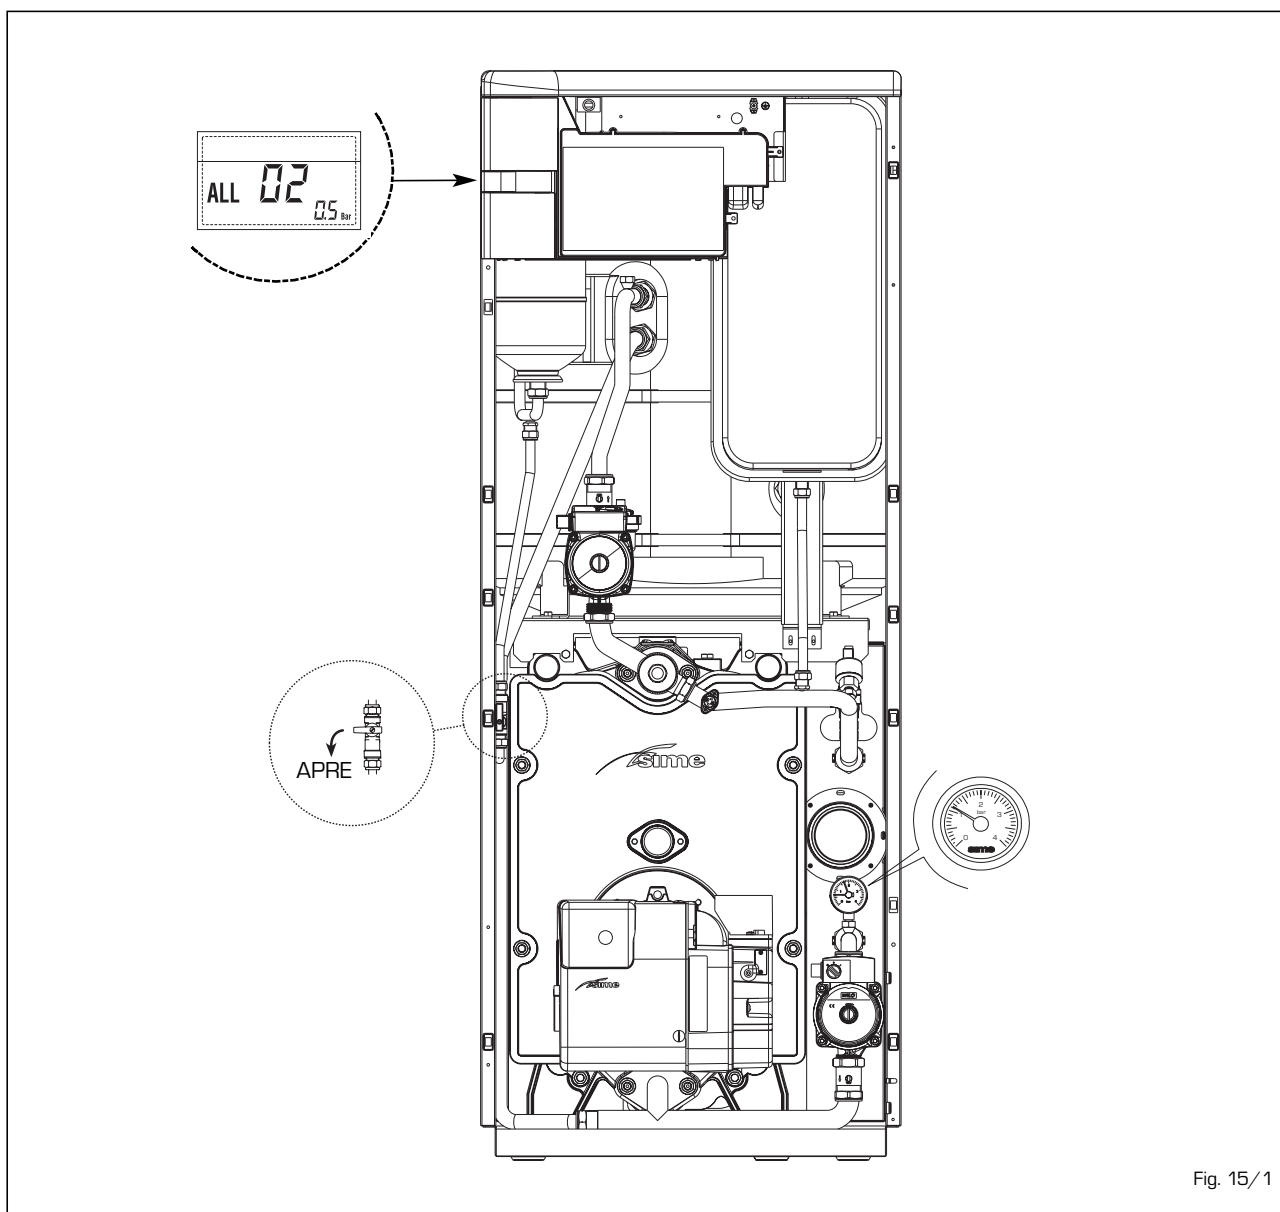

Fig. 15/1
- **ANOMALIA ALTA PRESSIONE ACQUA "ALL 03" (fig. 15/2)**